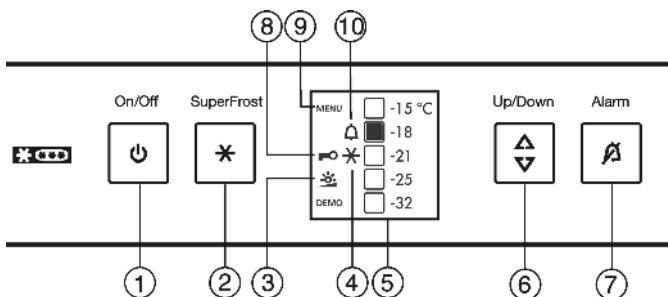

Fig. 3
- Symbolet SuperFrost Fig. 3 (4) blinker sammen med temperaturdisplayet.